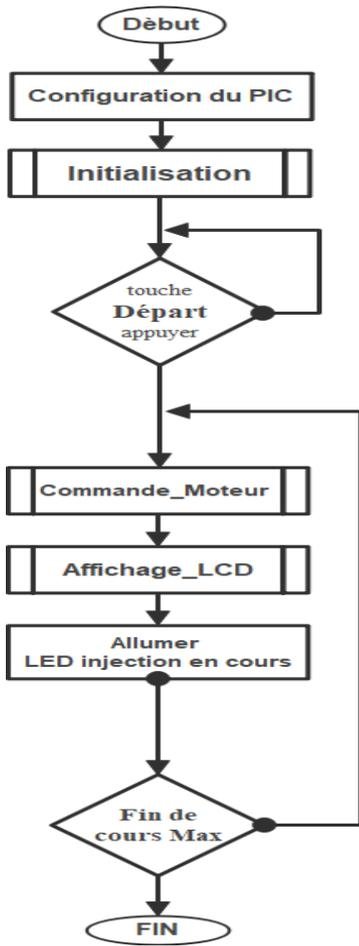

Figure 2 : Organigramme de fonctionnement
Q.21- En utilisant le document **DRES 03**, Compléter le programme Assembleur relatif à l'organigramme de fonctionnement du système (figure 2 du **DRES 02**). **3 pts**
Q.36- Compléter les lignes de la fonction principale correspondant à l'organigramme de fonctionnement du système (Figure 2 **DRES 02**). **3 pts**